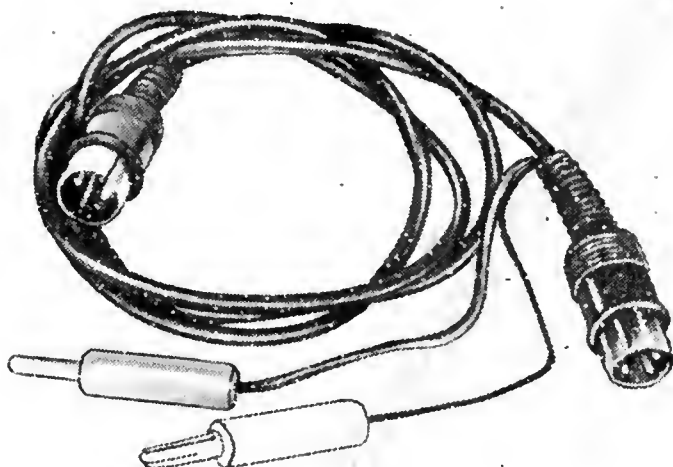

Abb.3
5.5. Die Ausgangsspannung vom Generator wird an die zu prüfende Einrichtung mit Hilfe von einer Verbindungsschnur (Abb.3) angelegt.